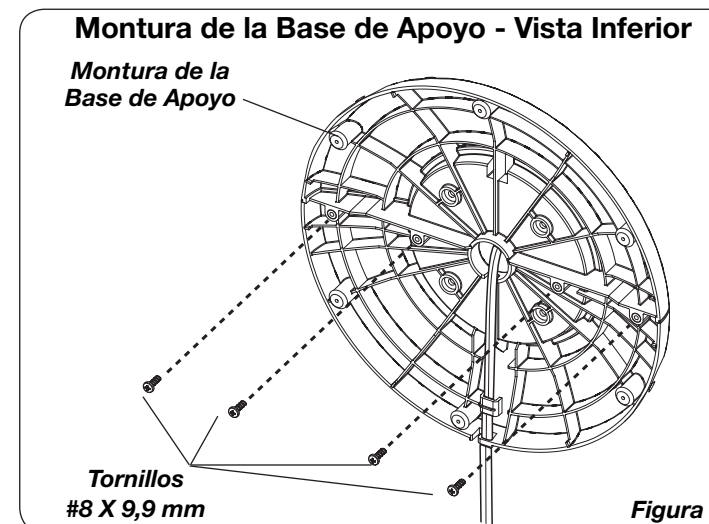

Figura 2
3. Asegure los (4) **Tornillos #8 de X 9,9 mm** en los cuatro orificios de la parte inferior de la base. (*Figura 2*)